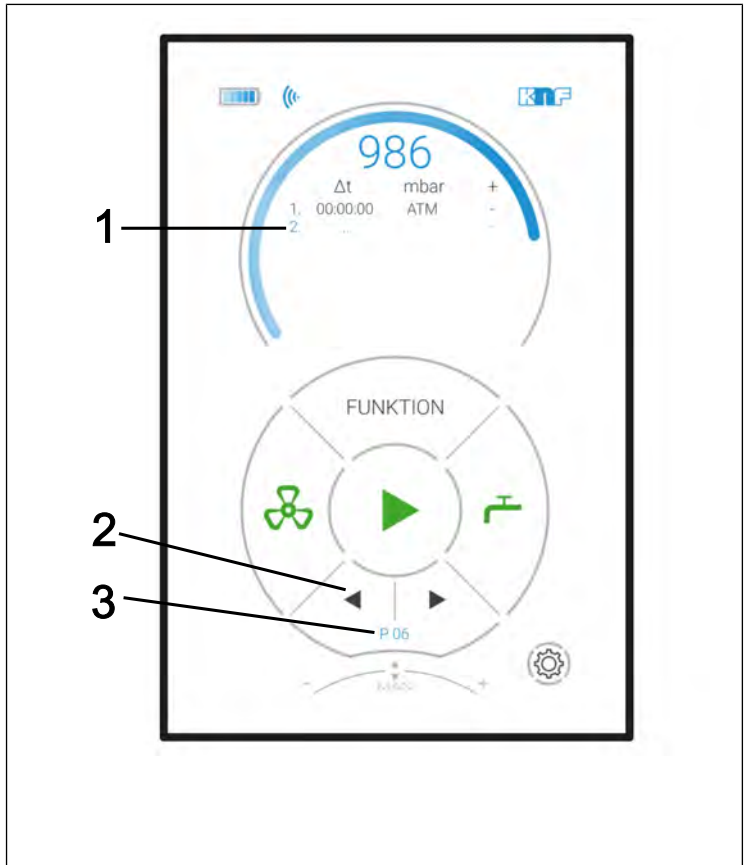

Abb.21: Menü im Betriebsmodus Funktion
Zeilenauswahl (siehe Abb. 21):
→ Taste zur Stützpunkttabellen-Auswahl (Pfeil in Abb. 21/2) drücken und gewünschte Stützpunkttable auswählen. Die zuvor unter der Nummer gespeicherte Stützpunkttable ist jetzt sichtbar.
**i** Es können bis zu 10 verschiedene Stützpunkttabellen gespeichert und bei Bedarf wieder aufgerufen werden. Die Zahl im Display (Abb. 21/3) zeigt die aktuell ausgewählte Stützpunkttable an.